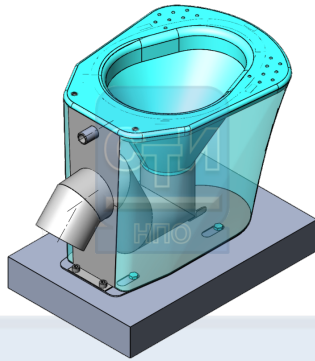

Рис.1
1.1. Унитаз антивандальный СТИ.УН.02 из нержавеющей стали без бачка с резьбовым подключением (смыв осуществляется с помощью крана, подача воды не менее 2,5 атм), антивандальная крышка и сиденье, антивандальное крепление крышки и сиденья (крепление выполнено из нержавеющей стали), косой (прямой) (Рис. 1) предназначен для установки с санитарных узлов.
1. Унитаз СТИ.УН.02 с пластиной крепления, материал – сталь нержавеющая AISI304 (Рис.1 поз. 1) – 1 шт.
2. Сиденье, материал – пластмасса (Рис.1 поз.2) – 1 шт.
3. Крышка, материал – пластмасса (Рис.1 поз.3) – 1 шт.
5. Кран смывной (КРС-20) с запорным краном (Рис.1 поз.4) – 1 шт.